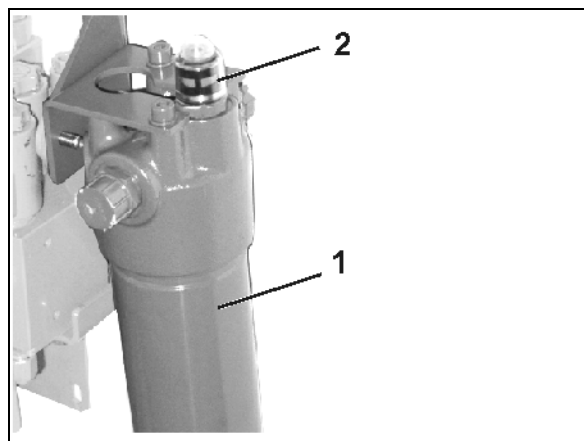

Рис. 115
- Семяпроводы (Рис. 115/1) сошников техколеи должны быть закреплены на тех выпускных отверстиях, которые могут закрываться при помощи заслонок (Рис. 115/2).
Для создания двух колеи в распределительной головке может закрываться следующее количество заслонок на одну колею (Рис. 115/2):
- Неиспользуемые заслонки (Рис. 115/2) деактивируйте.